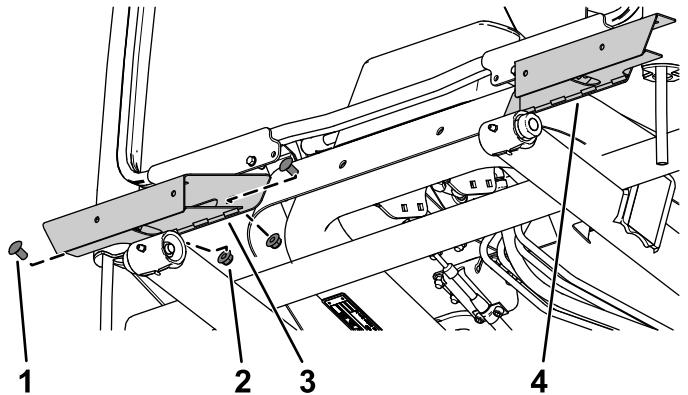

Figura 14
1. Fije la base de la luz izquierda y la base de la luz derecha al chasis de la cabina con 2 pernos de cuello cuadrado ( $\frac{3}{8}$ " x  $\frac{3}{4}$ ") y 2 contratuerca ( $\frac{3}{8}$ ") a cada lado (Figura 14).